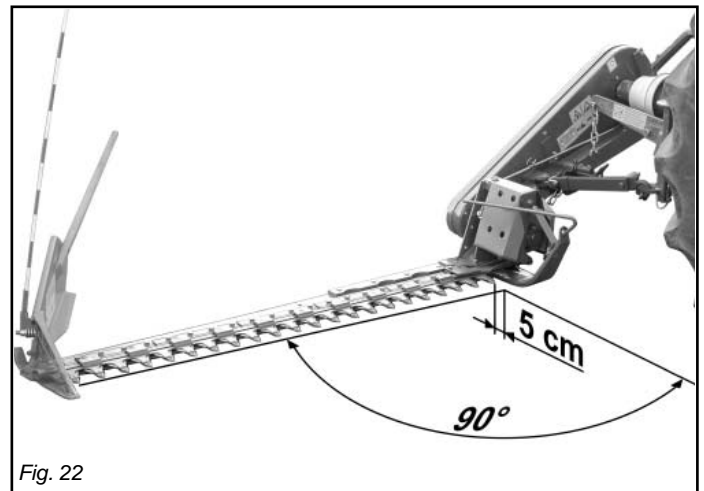

Fig. 22
- Centrar la segadora obrando en los tirantes del tractor de modo que, con la segadora bloqueada en los tres puntos, la punta externa de la barra se encuentre desplazada hacia adelante respecto a la perpendicular del tractor de aproximadamente 5 centímetros (Fig. 22).